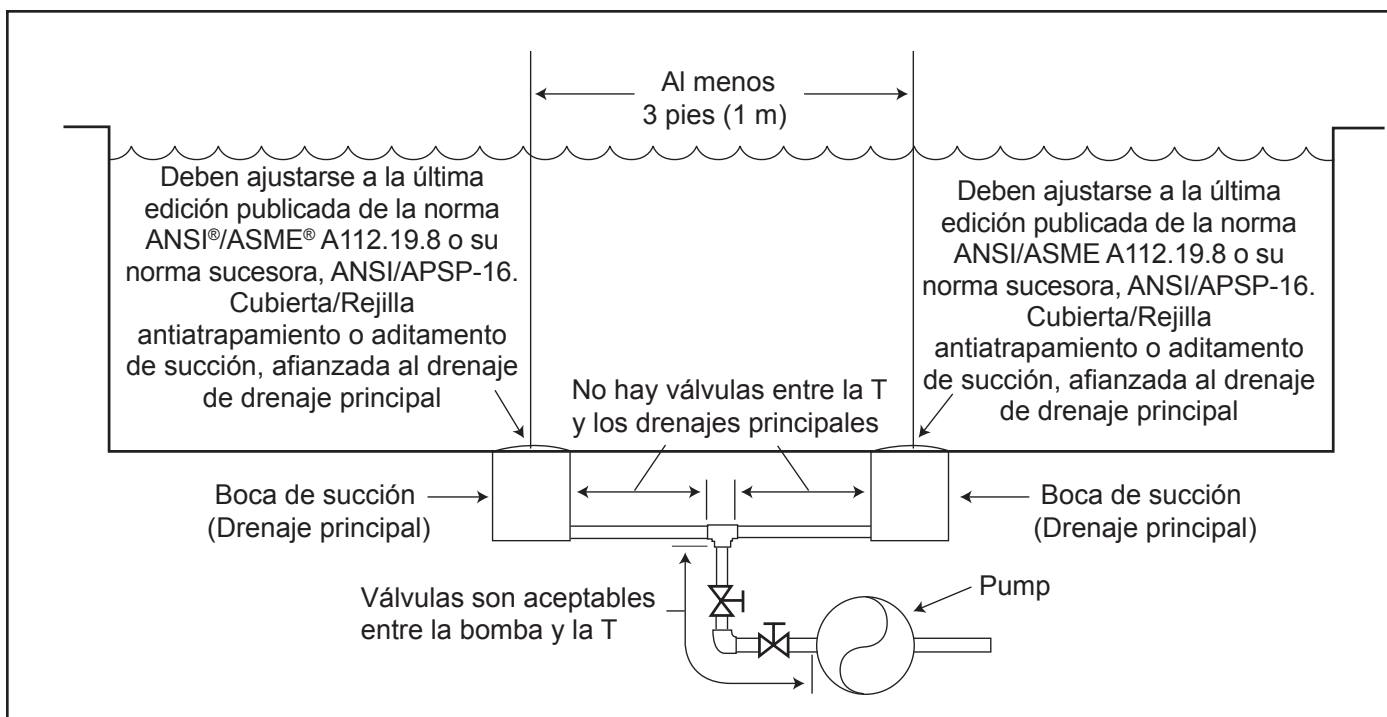

Figura 1. Número de tomas de succión por bomba
Número de tomas de succión por bomba – Deben proporcionarse al menos dos (2) colectores principales hidráulicamente equilibrados, con sus tapas, como salida para cada línea de succión de la bomba de circulación. Los centros de los colectores principales (puntos de succión) en una (1) línea de succión deben estar separados por lo menos tres (3) metros de distancia, centro a centro. Vea la Figura 1 en la página 7.
El sistema **debe** estar construido para incluir al menos dos (2) salidas de succión (desagües) conectadas a la bomba cuando está funcionando. Sin embargo, si dos (2) colectores principales llegan a una sola línea de succión, esta línea de succión individual puede ser equipada con una válvula que cerrará los dos desagües principales de la bomba. El sistema deberá ser construido de tal manera que no permita el cierre por separado o independiente (aislamiento) de cada uno de los drenajes. Vea la Figura 1 en la página 7.